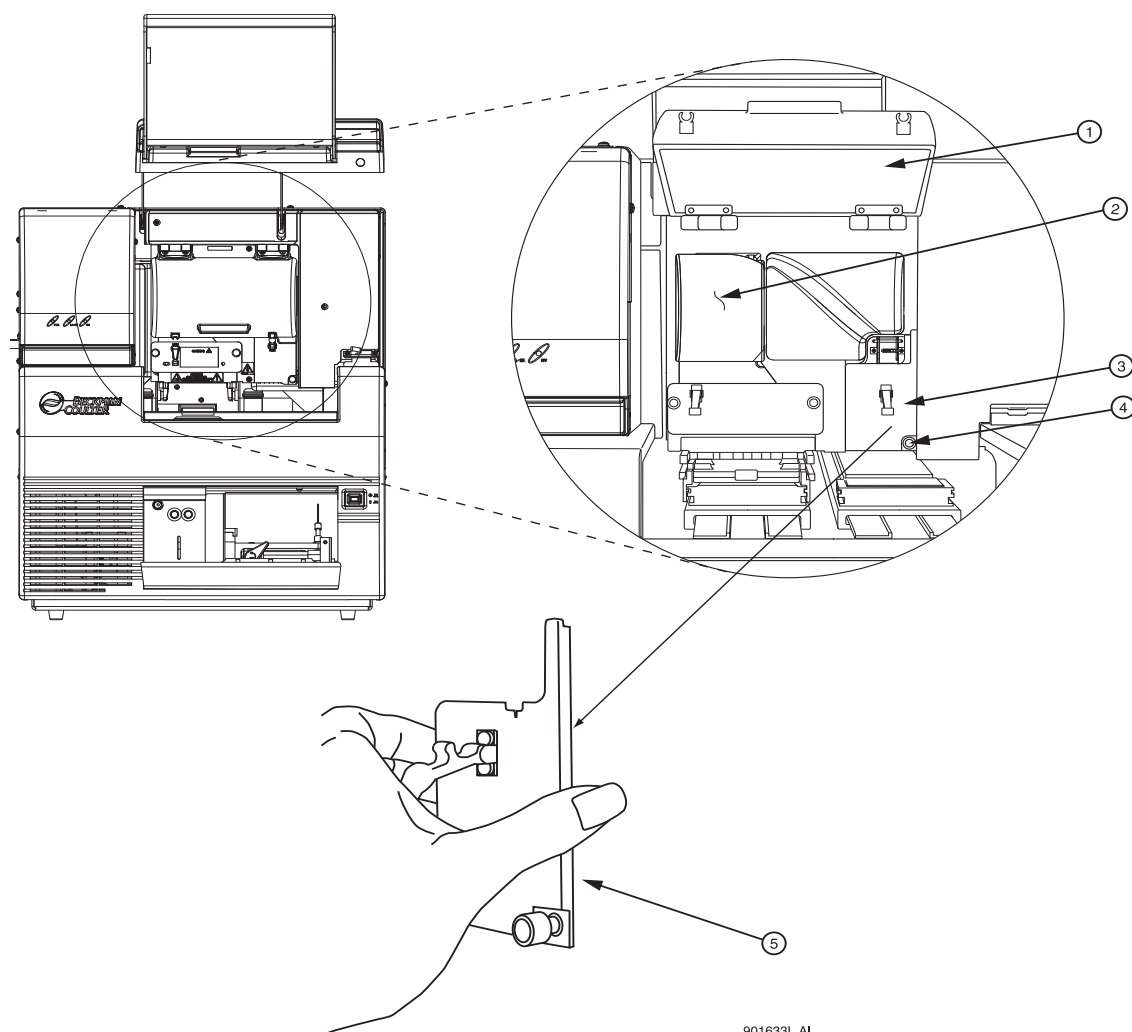

图 9.2 歧管通道盖
6. 拧松歧管通道盖固定螺丝（图 9.2），取下盖，并放置在一边。